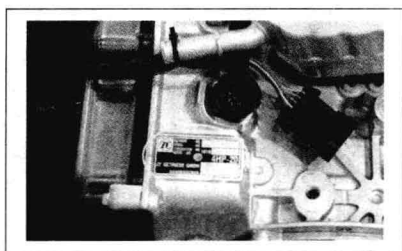

图1-13 ZF 4HP自动变速器型号标记
(1) 宝马ZF 4HP22 EH 德国ZF公司生产,前进档个数为4。控制类型“H”代表液压控制,齿轮类型“P”代表行星齿轮,额定转矩 $22\text{N}\cdot\text{m}$ 。末尾的“EH”表示电液控制类型,如图1-13所示。
(2) 通用公司自动变速器型号 该公司自动变速器的型号主要有4T60E、4L60E等。第一位阿拉伯数字表示前进档的个数,“4”表示有4个前进档。第二位字母表示驱动方式,“T”表示自动变速器横置(Transverse);“L”表示后置后驱动。第三、四位数字表示自动变速器的额定驱动转矩。第五位字母表示控制类型,“E”表示电子控制。